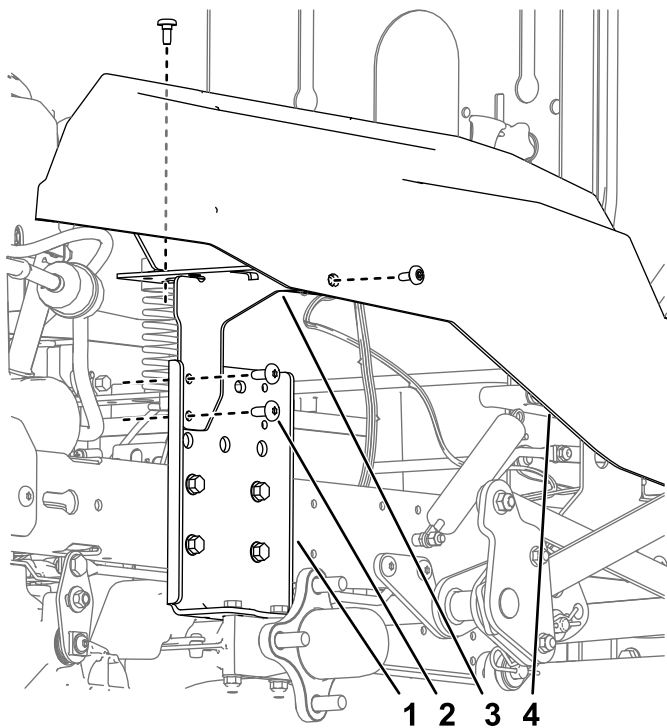

Figura 3
12. Retire los soportes del carenado de la máquina (**Figura 3**).